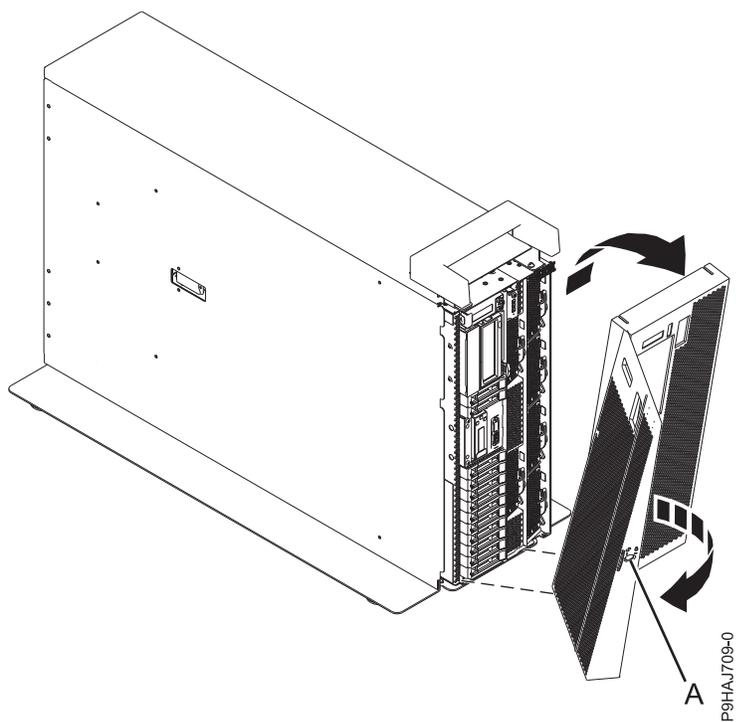

Figura 11. Removendo a Tampa Frontal
4. Puxe a tampa para fora do sistema, como mostrado na Figura 11. Na tampa, há uma indentação pela qual é possível segurá-la mais facilmente.